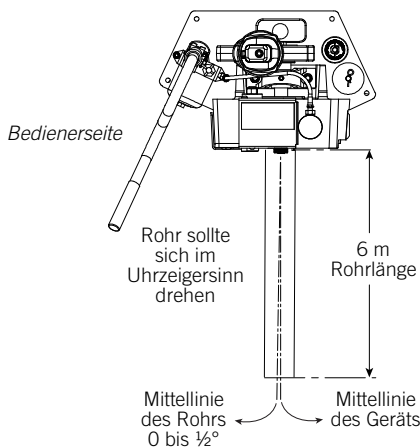

ABBILDUNG 2: SPURWINKEL
8. Drücken Sie auf den Sicherheitsfußschalter. Stellen Sie sicher, dass sich die untere Rolle vom Bediener weg dreht, von der Vorderseite des Werkzeugs aus betrachtet. (Siehe Abbildung 2 auf Seite 16 für weitere Informationen.) Wenn sich die untere Rolle in Richtung des Bedieners dreht, drehen Sie den Drehring um, wie in Schritt 9 unten erläutert. Nehmen Sie Ihren Fuß vom Sicherheitsfußschalter.